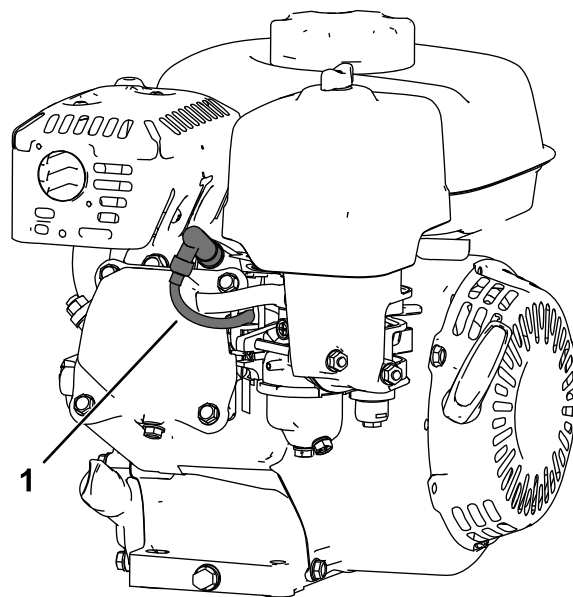

Рисунок 21
5. Отсоедините провод свечи зажигания (Рисунок 21).